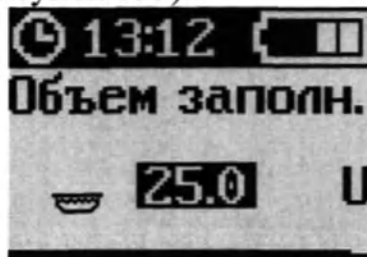

Рисунок 153 – Экран «ОБЪЕМ ЗАПОЛН.»
4. Нажать кнопку «ОК» (рисунок 153).